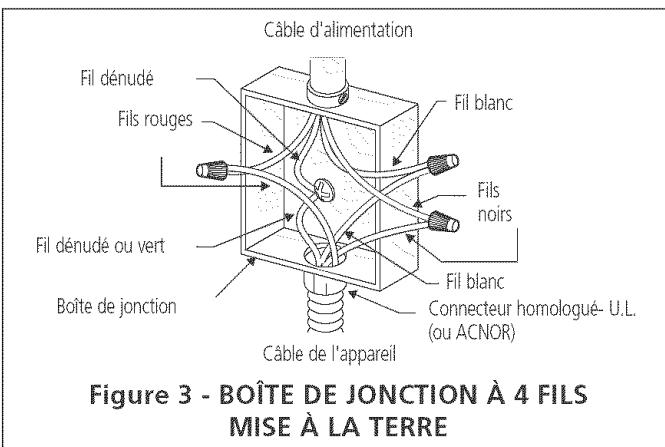

Figure 3 - BOÎTE DE JONCTION À 4 FILS
AVERTISSEMENT Mise à la terre du châssis au neutre. Si l'appareil est utilisé dans une maison mobile, un nouveau branchement (1996 NEC), un véhicule récréatif ou si les codes locaux n'autorisent pas la connexion du conducteur de mise à la terre du châssis au neutre, référez-vous à la figure 3.
2. Si l'appareil est utilisé dans une maison mobile, ou si les codes locaux N'AUTORISENT PAS une connexion du conducteur de mise à la terre du châssis au neutre (blanc), séparez le fil blanc du fil dénudé en cuivre de mise à la terre du câble d'alimentation de l'appareil. Raccordez le fil blanc du câble d'alimentation de l'appareil au fil blanc de la boîte de jonction. Connectez les fils rouge et noir du câble d'alimentation au fil de couleur correspondante dans la boîte de jonction. Le fil dénudé doit être utilisé pour la mise à terre de l'appareil en accord avec les normes électriques locales applicables. Connectez le fil dénudé en cuivre de mise à la terre au fil de mise à la terre du panneau principal. NE connectez pas le fil de mise à la terre à un tuyau d'alimentation de gaz. Ne branchez pas l'appareil au circuit électrique avant qu'il soit mis à la terre correctement, en permanence. Branchez le conducteur de mise à la terre avant de mettre l'appareil sous tension (Figure 3).